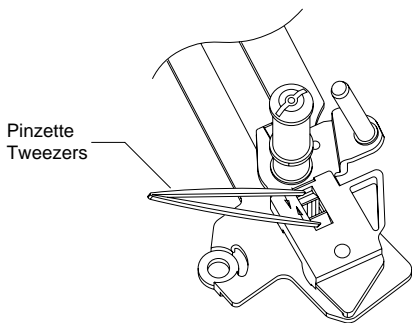
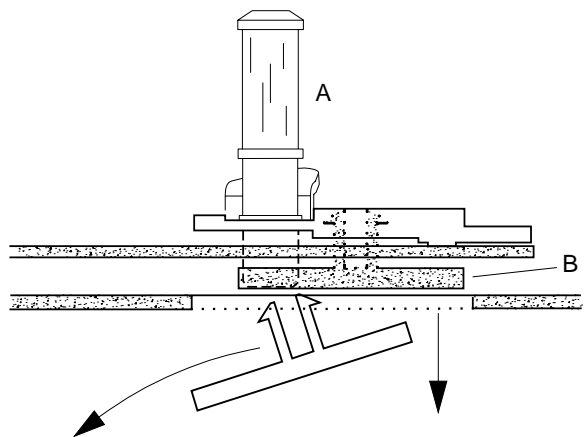

Fig. 18
Fig. 19
- Mit einer Pinzette die beiden Schnapphaken zusammendrücken und die Umlenkrolle von der Platte (Fig. 18) abnehmen.
- Mit einer Pinzette die beiden Schnapphaken zusammendrücken (Fig. 18) und die Umlenkrolle "A" von der Platte "B" abnehmen (Fig. 19).
- Fädelarml links aus der Platte aushängen und diese durch die Aussparung im Chassis nach unten aus dem Laufwerk entfernen (Fig. 19).
- Compress the two snap hooks by means of tweezers and remove the reverse roller from the holding plate (Fig. 18).
- Compress the two snap hooks by means of tweezers (Fig. 18) and remove the reverse roller "A" from the plate "B" (Fig. 19).
- Release the loading arm (left) from the holding plate and withdraw the latter through the cutout in the chassis (Fig. 19).